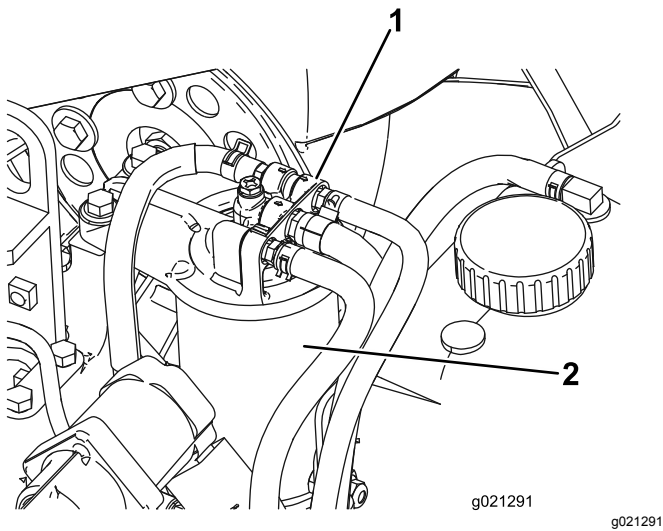

Bild 94
1. Reinigen Sie den Bereich um den Kraftstofffilterkopf (Bild 94).
2. Entfernen Sie den Filter und reinigen die Kontaktfläche (Bild 94).